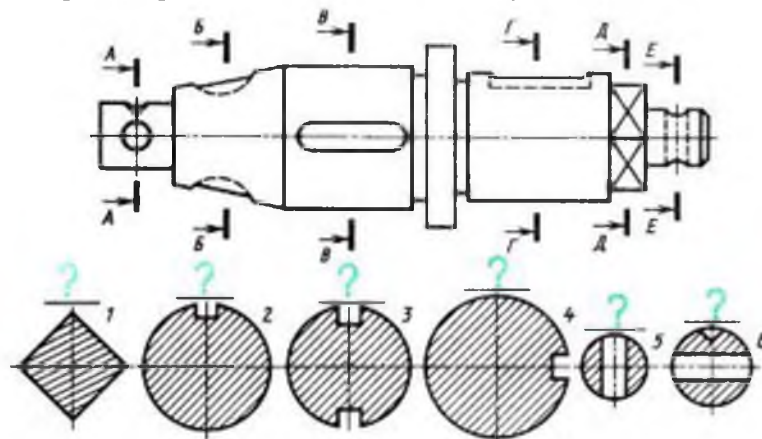

Рис. 1.
9. Даны главный вид вала и шесть сечений (рис.1). Буквы, указывающие, к какому элементу детали относятся сечения, не проставлены, а заменены вопросительными знаками. Выберите ответ, который содержит правильное соотношение буквенных обозначений и сечений.